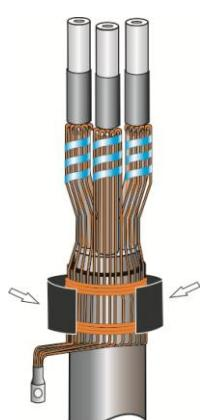

Рис.8
**8.**Обернуть ленту-герметик поверх проволок экрана в соответствии с Рис.8.